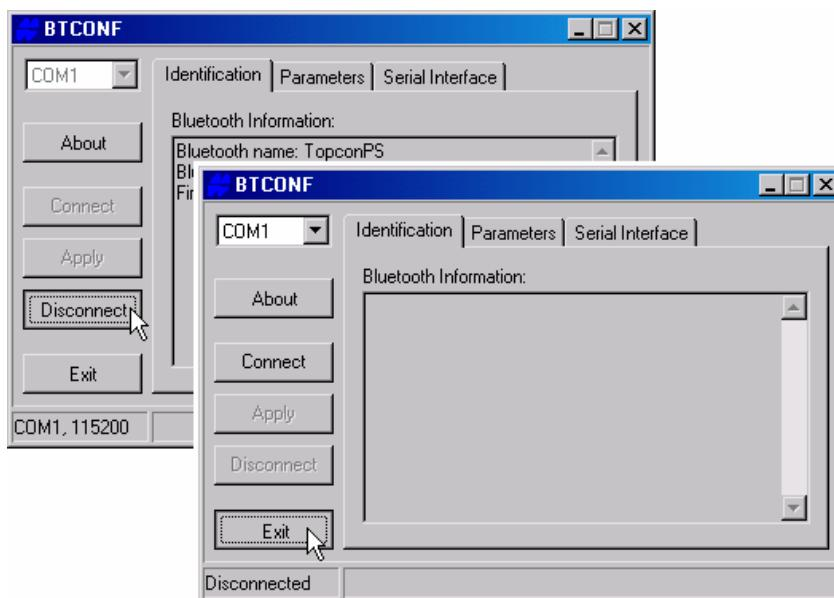

Рисунок 2-36. Выход из BTCONF. Disconnect, затем Exit
9. Для выхода из программы BTCONF щелкните на кнопке *Disconnect* (Отсоединить), затем *Exit* (Выход), см. рис. 2-36.